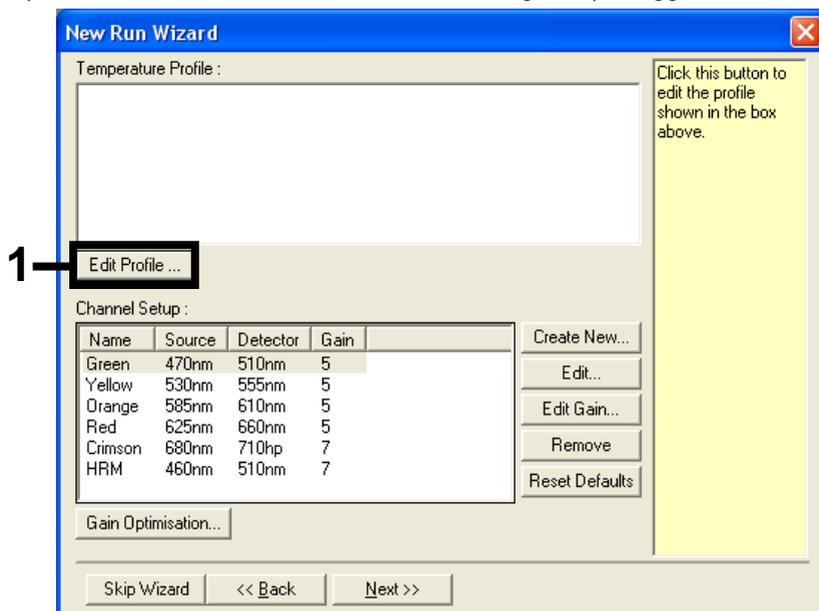

Figura 23. Modifica del profilo.
5. Fare clic su "Edit Profile" (Modifica profilo) nella finestra di dialogo "New Run Wizard" (Procedura guidata nuova seduta) (Figura 23), quindi programmare il profilo di temperature in base alle informazioni fornite nei seguenti passaggi.